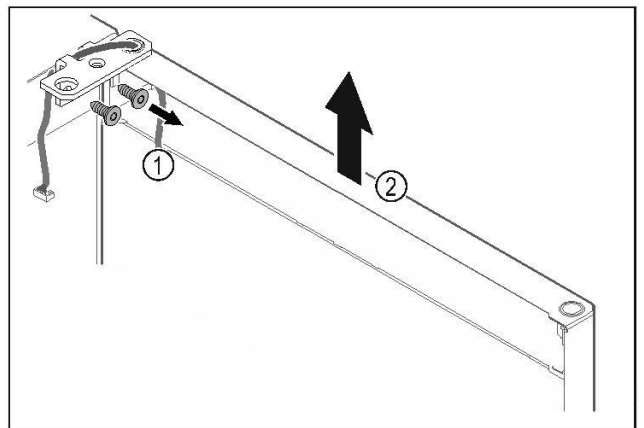

Fig. 21
- ▮ Scharnierhoek Fig. 21 (1) losschroeven.
- ▮ Deur inclusief scharnierhoek Fig. 21 (2) circa 200 mm recht omhoogtillen en verwijderen.